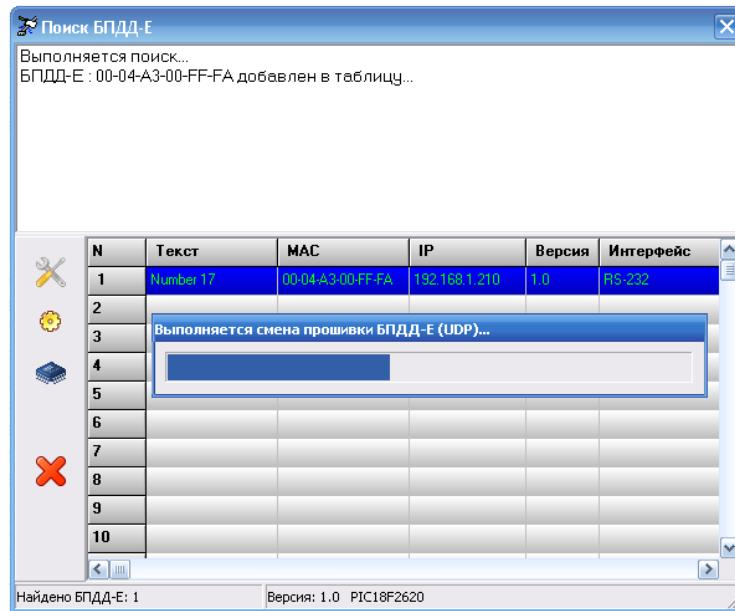

Рисунок 6 – Выполнение обновления программного обеспечения.
- Нажать кнопку «Открыть». Обновление произойдет автоматически. Во время обновления программного обеспечения отображается прогресс выполнения программирования (рисунок 6).